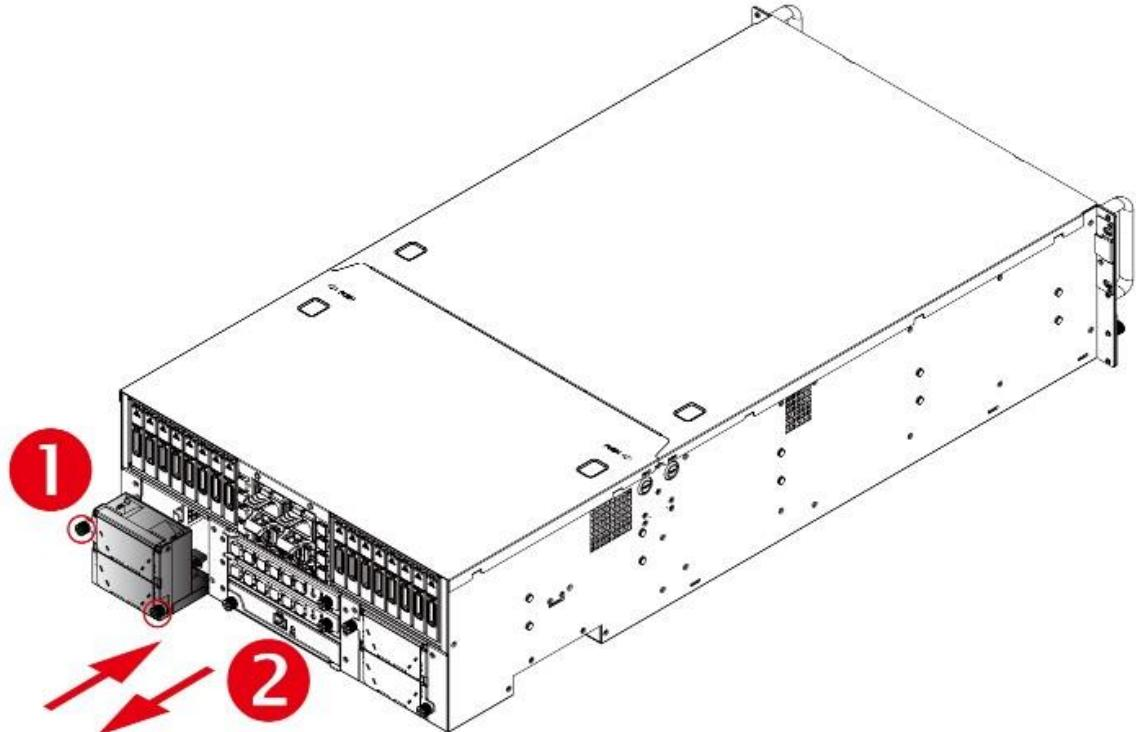

Рисунок 85 - Демонтаж и монтаж модуля вентилятора
- 2) Потянуть модуль из лотка вентилятора аккуратно и твердо, пока она не выйдет из шасси корпуса (см. Рисунок 85).